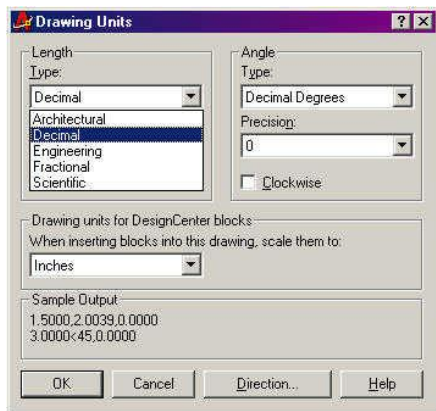

Рис. 7.1. Диалоговое окно Drawing Units
В результате на экране появится диалоговое окно *Drawing Units (Единицы черчения)* (рис. 7.1), которое следует внимательно рассмотреть.
**ВАЖНО!** Параметры настройки диалогового окна *Drawing Units (Единицы черчения)*, представленные на рис. 7.1, должны полностью соответствовать параметрам подобного окна на экране монитора.
Чтобы подтвердить установленные рис. 7.1 настройки и закрыть окно *Drawing Units (Единицы черчения)*, нажимаем кнопку *OK*, а чтобы отменить – кнопку *Cancel (Отмена)*.